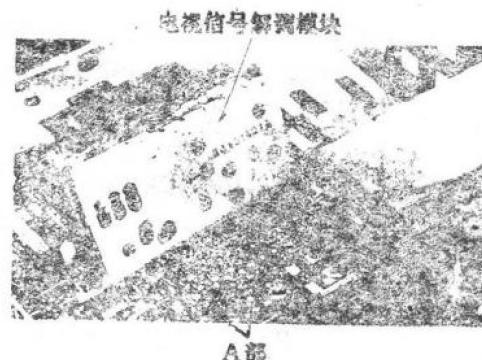

图29
7. 从主电路板上拆下电视信号解调模块, 使模块立于板上并焊在~~真实的~~焊点, 必须小心的是模块的A部不得与主线路板接触, (见图29)。